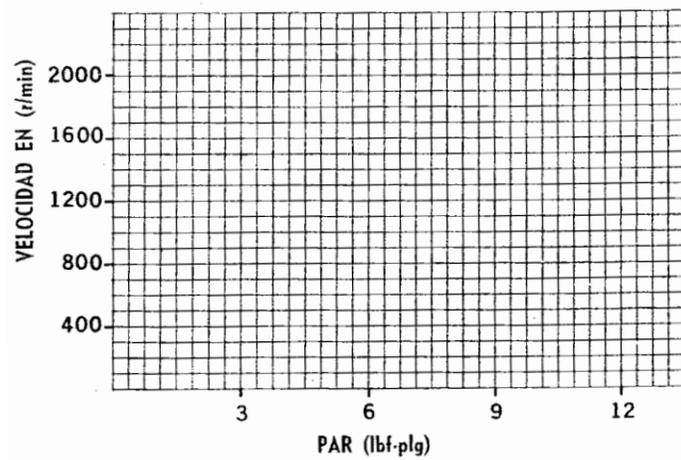

Figura 3-2
7. a) Marque los valores de velocidad del motor tomados de la **Tabla 3-1**, en la gráfica de la **Figura 3-2**.